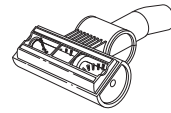

Fig. 27
- 3 Dé vuelta el cepillo giratorio para inspeccionarlo y cortar cualquier acumulación de pelos o hilos enrollados alrededor del cepillo con una tijera. (Fig. 27)